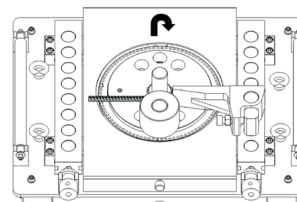

Рис. 4. Подача арматуры справа
- установите переключатель фаз (K5) (при наличии) в требуемое положение. При подаче арматуры справа (см. рис. 4), переключатель устанавливается в положение 1 (по часовой стрелке). В моделях VPK Г-40 и VPK Г-42 фазы питания двигателя переполюсуются вручную;
- если поворотный диск вращается по часовой стрелке, упор устанавливается справа (см. рис. 4);